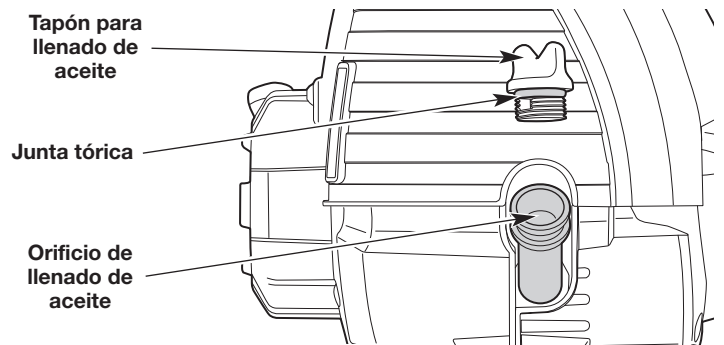

Fig. 18
3. Limpie la zona que rodea el tapón de llenado de aceite (Fig. 18) a fin de evitar que ingresen residuos en el orificio de carga de aceite.
NOTA: Compruebe que la junta tórica esté en su lugar en el tapón de llenado de aceite (Fig. 18).
1. Limpie la zona que rodea el tapón de llenado de aceite (Fig. 18) a fin de evitar que ingresen residuos en el orificio de carga de aceite.